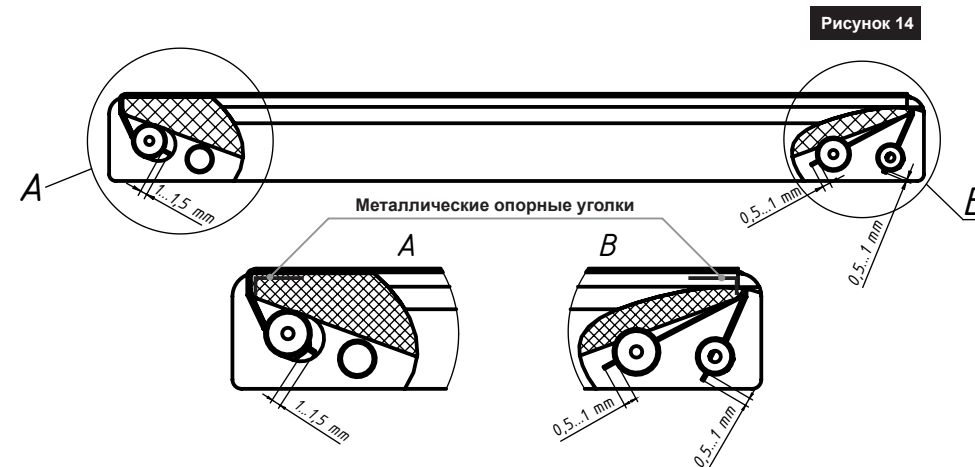

Рисунок 14
9. Установить новую ленту и проволоку. После установки новых ленты и проволоки, необходимо отрезать концы ленты и проволоки так, чтобы их концы выступали за пределы крепящих бобышек на величину указанную на Рис. 14, при установке отрезающей проволоки убедитесь, что по краям она опирается на металлические уголки (см. Рис. 14);